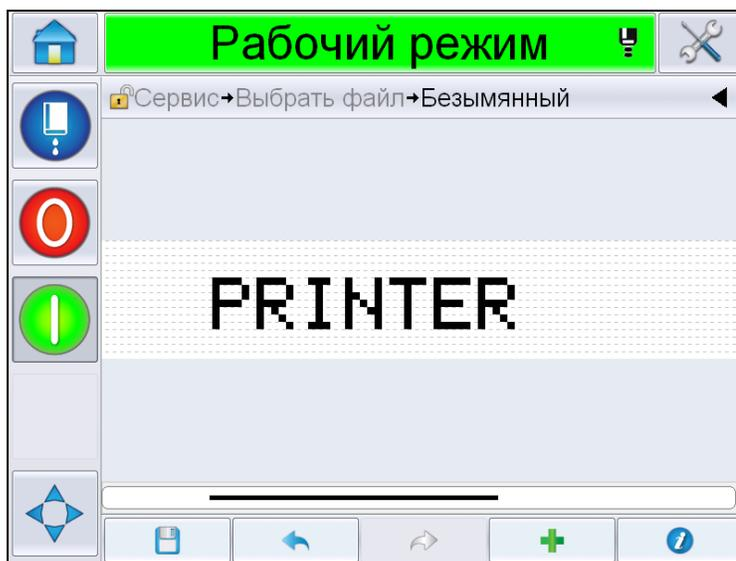

Рис. 5-37: Свободный текст на странице Сообщения
- 17 Выберите и установите параметры в соответствии с требованиями и нажмите *OK*. Сообщение со свободным текстом отобразится на странице *Сообщений* (Рис. 5-37).